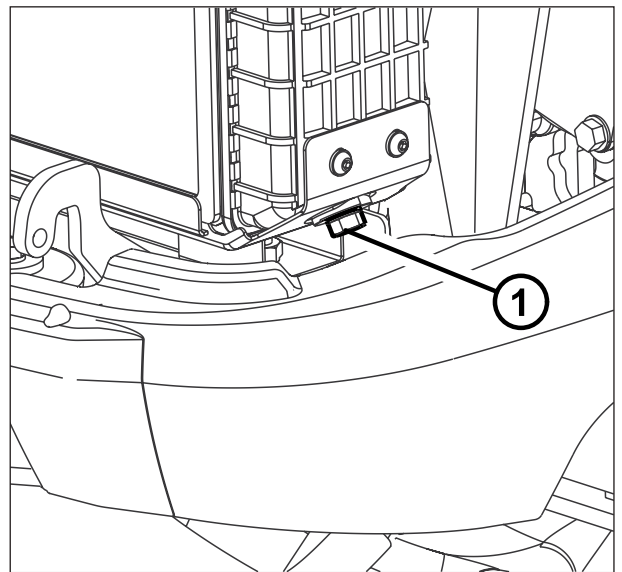

Fig. 123
## OPERACIÓN 26 Instalación de refrigeración (Fig. 123) Limpieza
Colocar un recipiente de recogida y descargar el líquido refrigerante por el tapón (1) Fig. 123 del radiador.